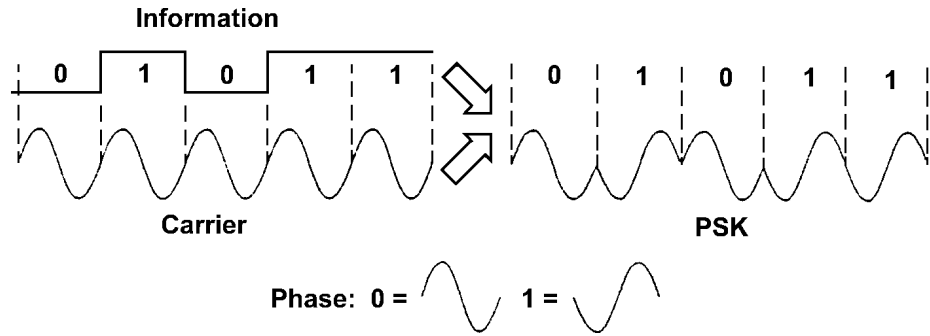
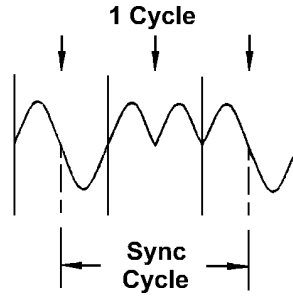

Fig. 19-1 PSK modülasyonu.
Fig. 19-5 Synchronization cycle.
Bölüm 18'de ifade edildiği gibi, faz kaydırmalı anahtarlama(PSK) modülasyonu faz modülasyonunun(PM) özel bir durumu olarak görülebilir. Fig. 19-1'de PSK modülasyonu gösterilmektedir.
Fig. 19-1'de, taşıyıcı işaret sabit frekans ve genlikli sinüzoidal bir işarettir. Modüle edilecek işaret ise binary bir bilgidir. Eğer giriş işareti low(0) ise, taşıyıcı işaret fazını korur. Eğer giriş işareti high(1) ise, taşıyıcı işaret fazını 180 derece çevirir. Bağlı olarak aralarında sadece 180 derece faz farkı bulunan iki sinüzoidal işarete antipodal işaretler adı verilir. Bu tür faz kaydırmalı anahtarlamaya binary PSK(BPSK) ya da faz çevirmeli anahtarlama(phase-reverse keying - PRK) adı verilir.
Eğer bir sync cycle gerekiyor ise, sync cycle kontrol devresi, kontrol shift registerın çıkış datasını kontrol etmek için bir kontrol işareti üretecektir. Daha sonra, sync cycle işareti modülatör çıkışında oluşacaktır. Bizim deneylerimizde Fig. 19-5'de gösterilen sync cycle formatı kullanılmaktadır. Bu sync cycle işareti, Fig. 19-1 ve 19-2'de gösterilen PSK/QPSK modülasyonlu işaretlerden farklıdır. Sync cycle işareti, PSK/QPSK demodülatöründeki sync cycle detektörü ile belirlenebilir ve bir tanımlayıcı kelime gibi görülebilir.